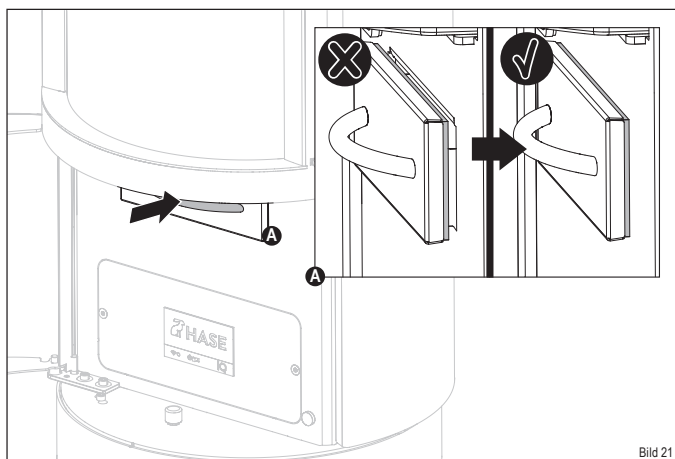

Bild 21
Achten Sie beim Einschieben des Aschebehälters darauf, dass dieser bündig mit der Dichtung anliegt (Bild 21).
- ✓ Schieben Sie den Aschebehälter wieder in die Öffnung, so dass dieser bündig mit der Dichtung anliegt (Bild 21).
- ▶ **Schieben Sie den Aschebehälter wieder in die Öffnung, so dass dieser bündig mit der Dichtung anliegt (Bild 21).**
- ▶ **Schieben Sie den Aschebehälter wieder in die Öffnung (Bild 21).**